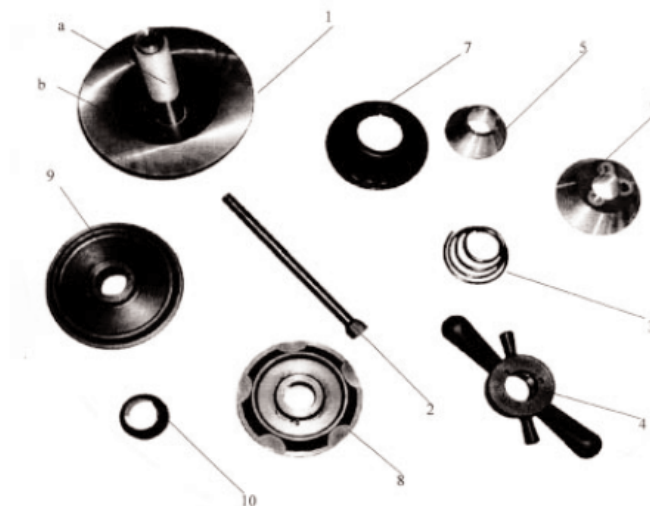

Fig. 4
- Använd snabbmuttern 8 tillsammans med klämstången 7 (se fig. 4 och 11)